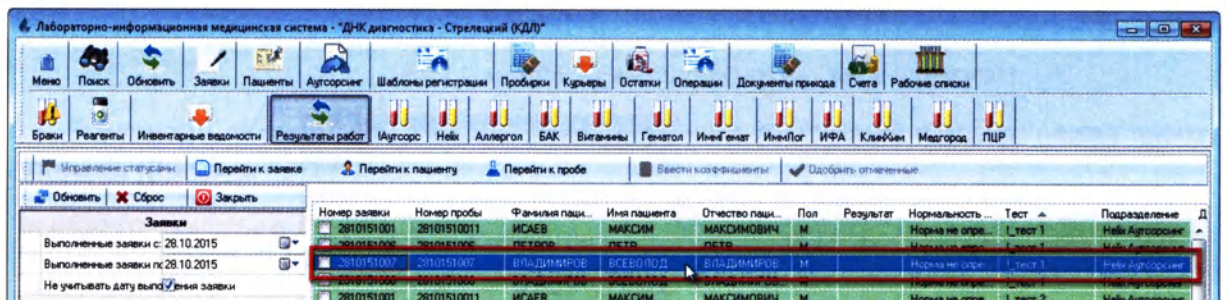

Рисунок 11.11
2. Выберите запись и щелкните по ней 2 раза левой кнопкой мыши (Рисунок 11.11):